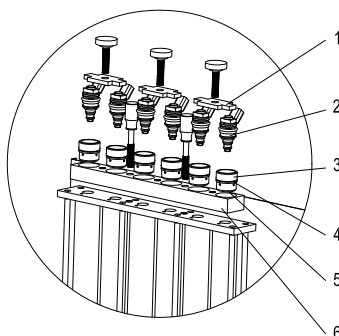

Figura 06
- Escolher acopladores adequados para injetores de abastecimento lateral (3) e anéis em O adequados, e montá-los juntos. (Lembre-se de aplicar um pouco de graxa lubrificante).
- Montar a placa cruzada (1) e apertá-la com parafusos.
- Montar o distribuidor de combustível e injetores no suporte do distribuidor de combustível, e apertá-los com dois parafusos de rosca (pretos). Ver figura 06.